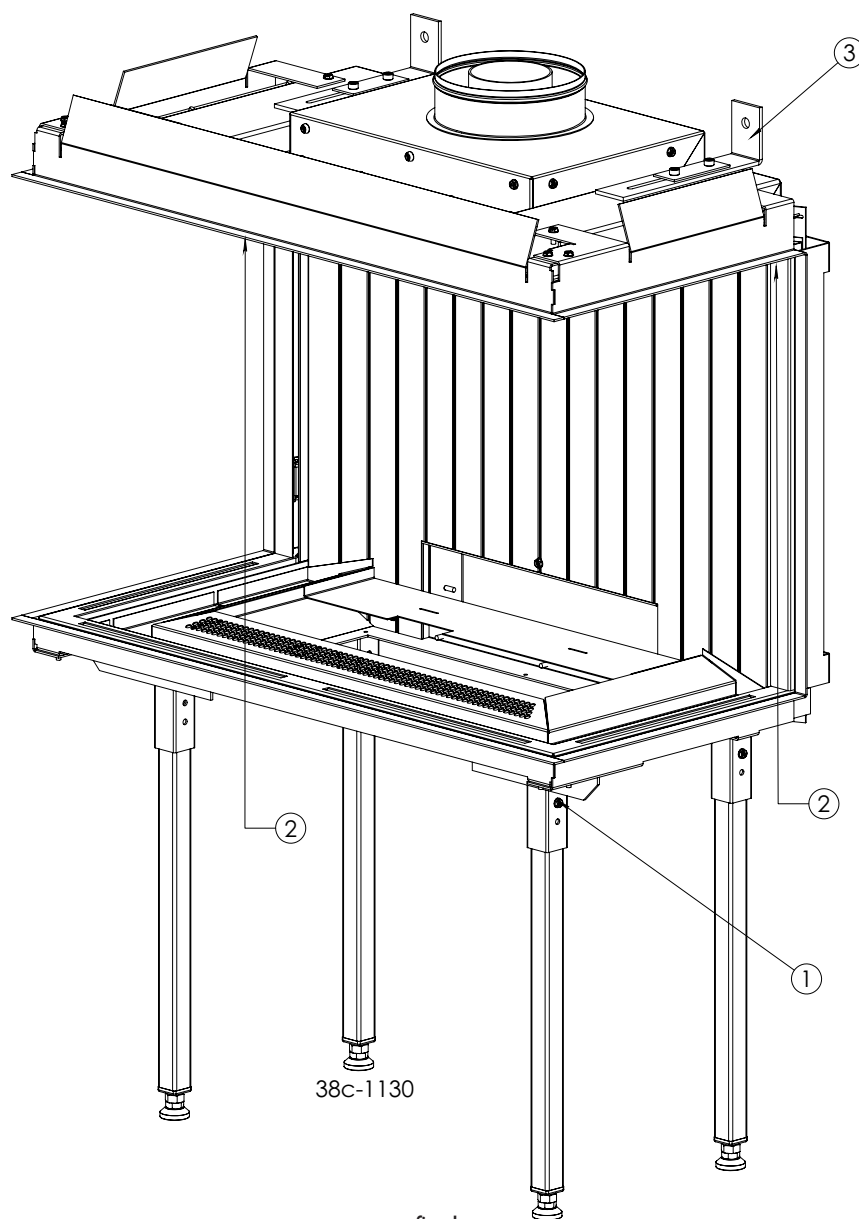

fig. 1
Achten Sie darauf, dass für die Tiefe des Gerätes ausreichend Platz vorhanden ist. Die Einbauhöhe ist abhängig von der Einstellung der verstellbaren Füsse. Die Füsse können auf die von Ihnen gewünschte Länge gekürzt werden und sind mit selbst bohrende Parker (1) danach festzusetzen am Innenteil, s. Fig. 1. Konstruieren Sie den Kaminüberbau präzise, wegen des schmalen Flanschs im Inneren des Gerätes.
Holen Sie die Schachtel mit Holzblöcken und die Tasche mit dem Zubehör aus der Verbrennungskammer. Stellen Sie das Gerät danach an den gewünschten Platz. Es ist nicht erlaubt, das Gerät ohne Gebrauch Machung der Füsse auf eine dichte Platte zu setzen. Sollte man das Gerät doch ohne Füsse aufstellen wollen, muss man diese auf eine Platte stellen, die für die Belüftung durchlöchert ist. Geschieht dies nicht, werden Gasregelblock und Empfänger viel zu warm. Lassen Sie beim Kaminumbau um das Gerät herum Platz, damit die Wärme abgeführt werden kann. Für eine gute Wärme an- und abfuhr muss der Kaminüberbau an der Oberseite ausreichend entlüftet werden. Nach dem Aufstellen muss das Gerät mit den Wandbügeln (3) und den zwei mitgelieferten Keilankermuttern an der Wand befestigt werden (s. Fig. 1).